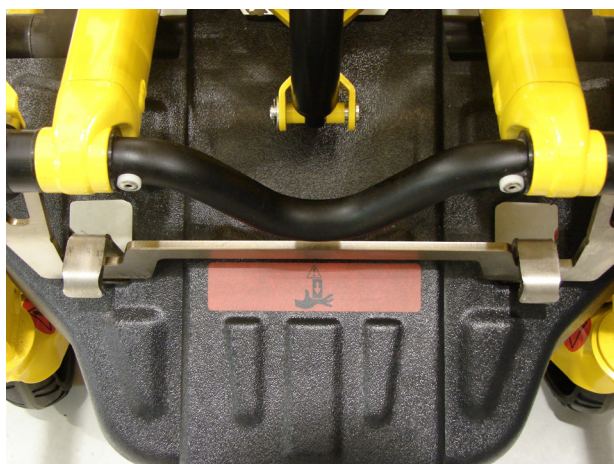

Figure 16 – Civière dans le dispositif de fixation (côté tête)
3. Vérifier que la civière est attachée de façon sécuritaire des deux côtés, tête et pieds, avant de lâcher la prise sur la civière, comme le montre la Figure 16.